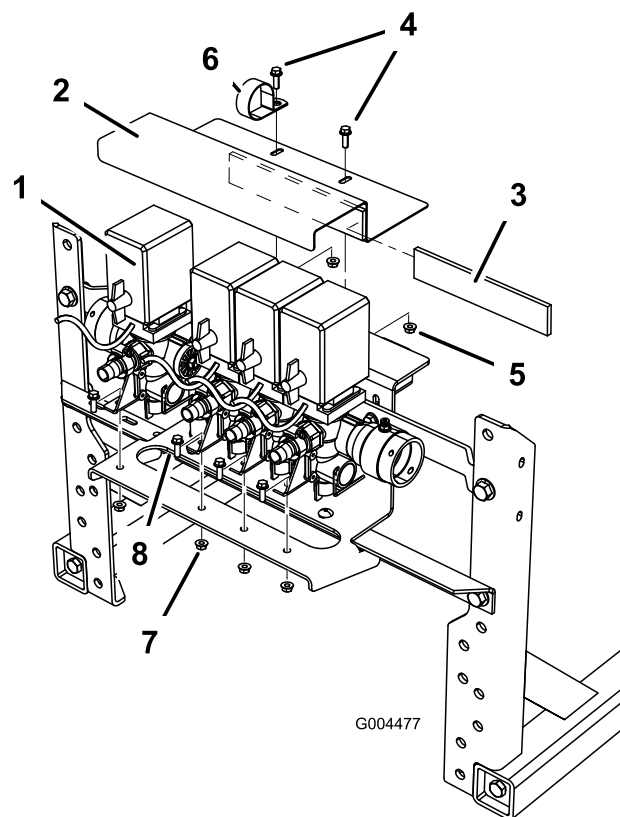

Bild 11
5. Befestigen Sie das Ventil mit den vorher entfernten Befestigungen an der Ventilstützhalterung (Bild 11).
6. Befestigen Sie den Schaumstreifen an der oberen Ventilhalterung (Bild 11).